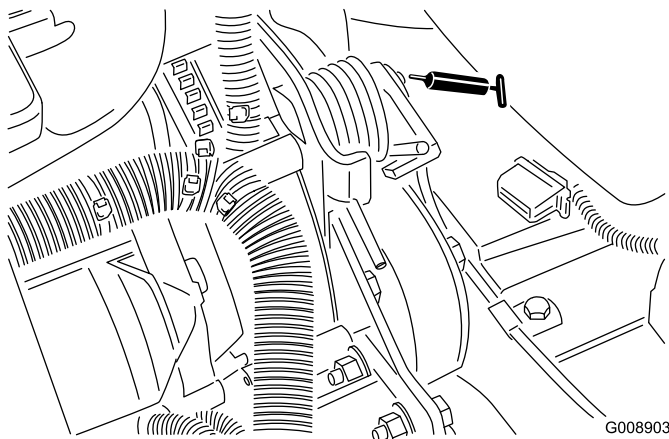

Figura 54
- Perno di tensionamento della cinghia (Figura 54)